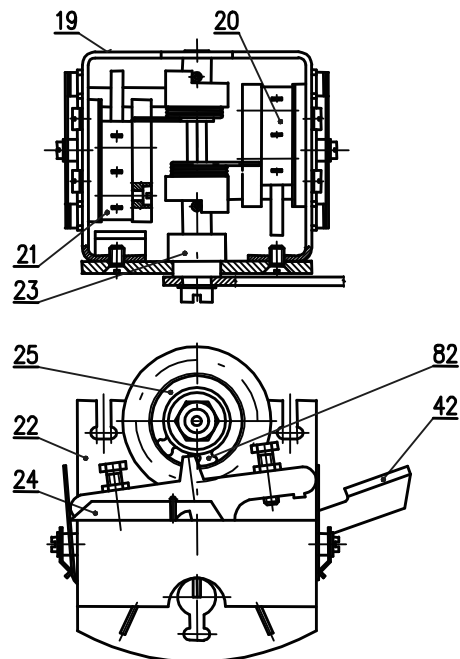

Рис. 5
- моментное устройство (рис. 5)
- механизм блокировки (82) рис. 5
**Моментное устройство (рис. 5)** представляет несущую балку, на которой размещены выключатели S1 (20) и S2 (21). На валике (23) размещены выключающие рычажки (24), которые при помощи пружины удерживают выключатели во присоединенном состоянии вплоть до момента, когда происходит поворот валика от привода моментного выключателя.
**Механизм блокировки (82) (рис. 5)** обеспечивает блокировку моментного выключения, как правило, от 5 до 10 мм или от 3 до 6 мм рабочего хода после реверса ЭП. После истекшего настроенного хода, блок момента получает свою первоначальную функцию.
Рис.5а